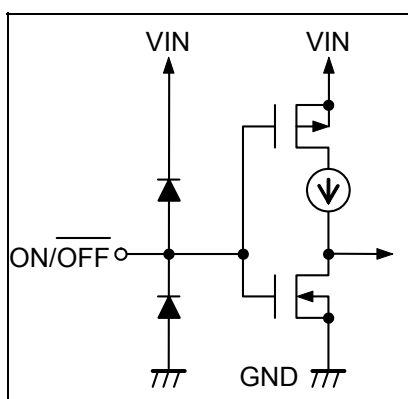

図9
ON/OFF端子をLowレベル("L")にすると、VOUT端子の電圧はGND電位になり、同時に内部回路はすべての動作を停止します。その際、消費電流は大幅に抑えられ、約0.3 μ A程度になります。なお、ON/OFF端子は図9に示す構造になっており、内部でプルアップもプルダウンもされていないので、フローティング状態では使用しないでください。
- ON/OFF端子は図9に示す構造になっており、内部でプルアップもプルダウンもされていないので、フローティング状態では使用しないでください。ON/OFF端子を使用しない場合には、VIN端子に接続しておいてください。また、ON/OFF端子にはVIN + 0.3 Vよりも高い電圧を印加しないでください。IC内部の保護ダイオードを通してVIN端子に電流が流れます。